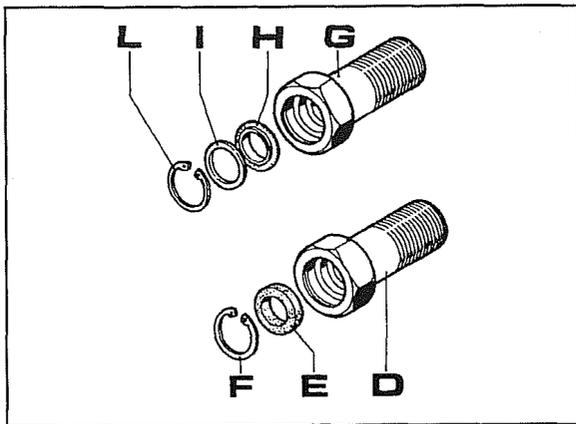

Fig. 5
6. Si el anillo de sellado **H** es del tipo Combi como se ve en la fig.5, cambiarlo por uno nuevo. Si en cambio es un anillo guardagotas tradicional **E** como se ve en la fig. 5 es necesario mejorar la estanqueidad cambiando las piezas **D-E-F** con las piezas **G-H-I-L**.